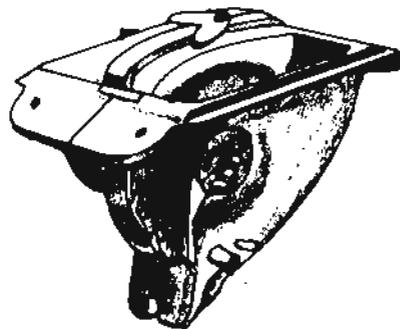

Fig. 1
*Mecanismo alimentador con boquilla doble.* Se adapta bien a la siembra de semillas grandes como frijol o maíz y pequeñas (alfalfa, tréboles). El fondo de la tolva está provisto de copas; una para cada surcador. Las copas están separadas en dos partes formando dos conductos para semilla. (Fig.1)